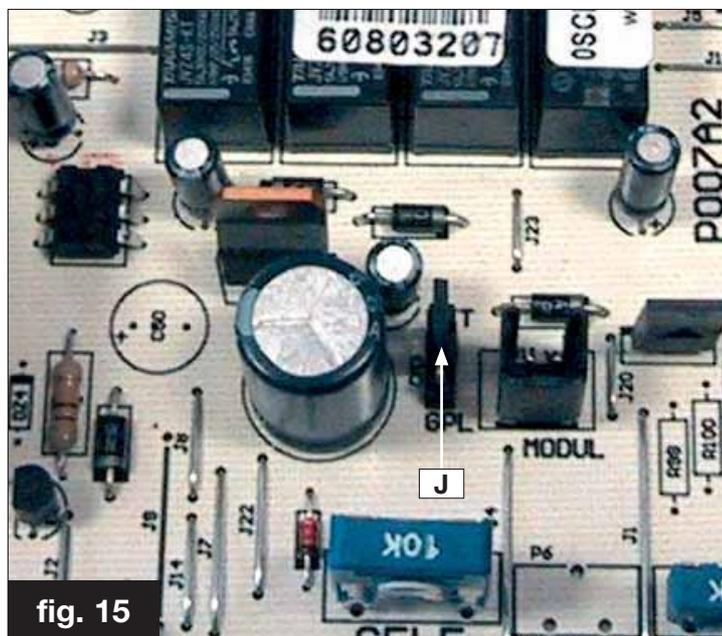

fig. 15
- sulla scheda elettronica spostare il jumper J MET-GPL in posizione GPL (vedi fig. 15).